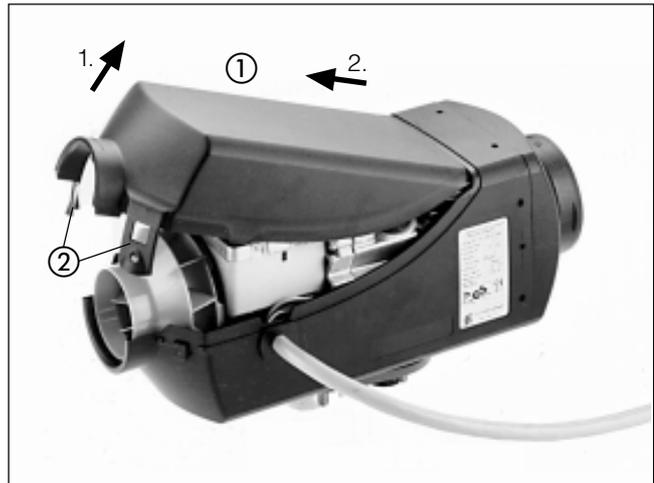

Bild 1
### Deckel von der AIRTRONIC abnehmen (siehe Bild 1)
- Deckel von der AIRTRONIC abnehmen (siehe Bild 1).
- Deckel von der *AIRTRONIC* abnehmen (siehe Bild 1).